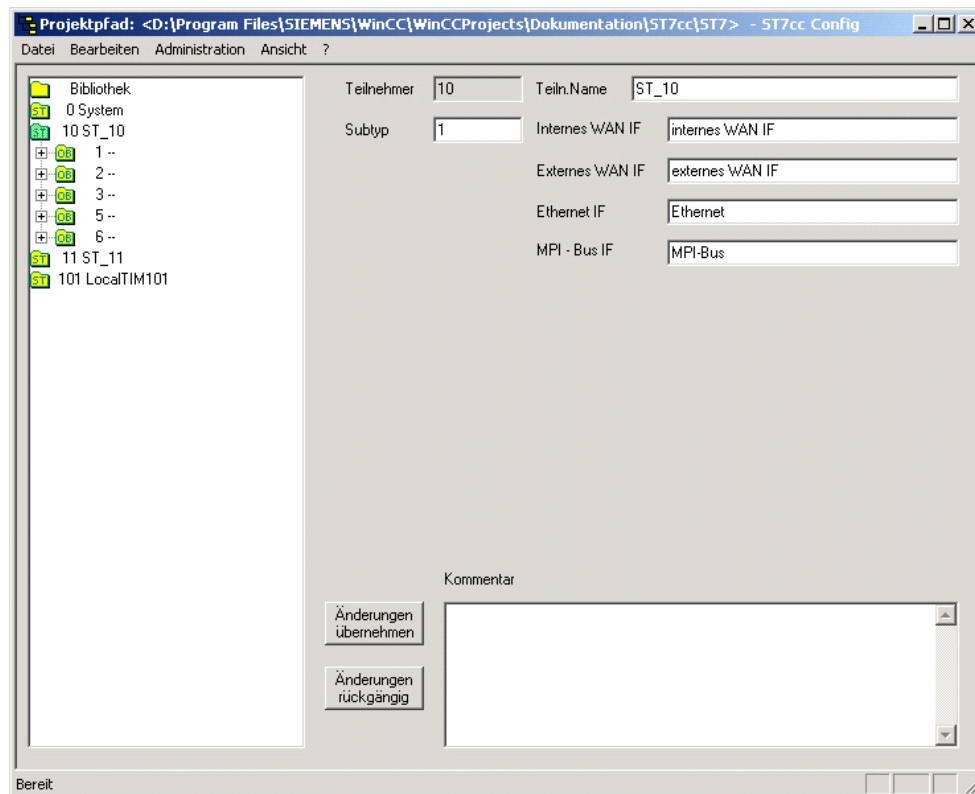

Bild 4-39 ST7cc Objektbaum mit neu eingerichtetem Teilnehmer
Nach erfolgreicher Eingabe wird Ihnen der neue Teilnehmer im Objektbaum angezeigt (siehe Bild 4-39).
1. Selektieren Sie den Teilnehmer. Mit der Selektion werden Ihnen die Eingabefelder angezeigt, damit Sie den Teilnehmernamen und den Subtyp eingeben können (siehe Bild 4-39) . Die Eingabefelder sind vorbesetzt.